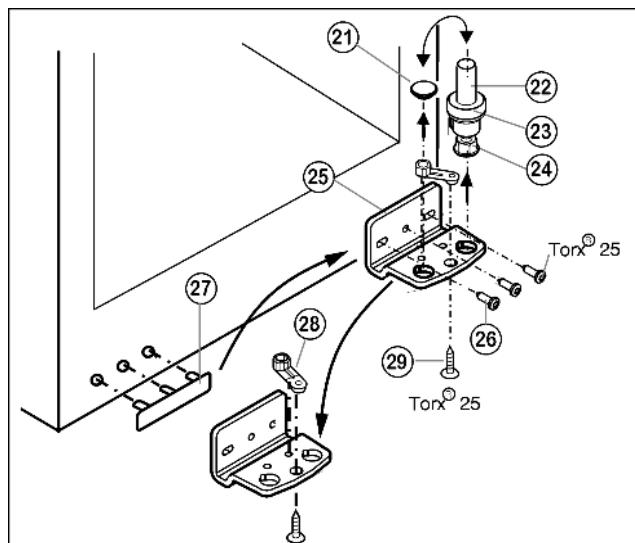

Fig. 5
- ▶ Извлеките опорный винт Fig. 5 (22) в комплекте с шайбой Fig. 5 (23) и регулируемой опорой Fig. 5 (24), вытягивая его вверх.
- ▶ Снимите пробку Fig. 5 (21).
- ▶ Открутите Fig. 5 (26) опорный кронштейн Fig. 5 (25).
- ▶ Открутите Fig. 5 (29) опорную деталь Fig. 5 (28) и, переставив в отверстие на противоположной стороне опорного кронштейна, снова прикрутите.
- ▶ Осторожно снимите и переставьте на противоположную сторону крышку со стороны ручки Fig. 5 (27).
- ▶ Снова прикрутите опорный кронштейн Fig. 5 (25) на новой стороне шарнира (**с моментом 4 Нм**). При необходимости используйте аккумуляторный шуруповерт.
- ▶ Переставьте пробку Fig. 5 (21) в свободное отверстие.
- ▶ Вновь установите опорный винт Fig. 5 (22) в комплекте с шайбой и регулируемой опорой. При этом фиксатор должен быть направлен назад.
- ▶ Установите дверцу сверху на нижний опорный палец Fig. 5 (22).
- ▶ При необходимости выровняйте дверцы через два продольных паза в нижнем опорном кронштейне Fig. 5 (25) параллельно корпусу устройства. Для этого выкрутите средний винт.